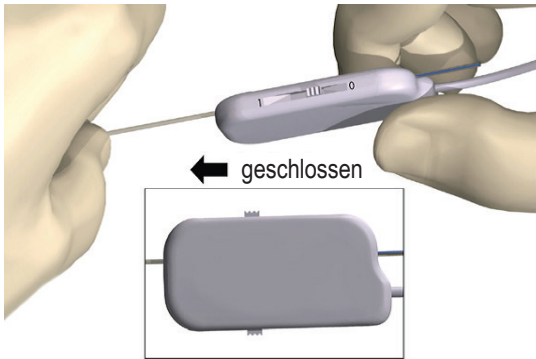

Abbildung 10: Fixieren der DBS-Elektrode im Stecker des Operationssaalkabels 1x8
7. Das Ende der DBS-Elektrode bis zum Anschlag in den Anschluss schieben. Die DBS-Elektrode beim Verschieben des Arretierhebels in die geschlossene (1) Position festhalten (Abbildung 10).